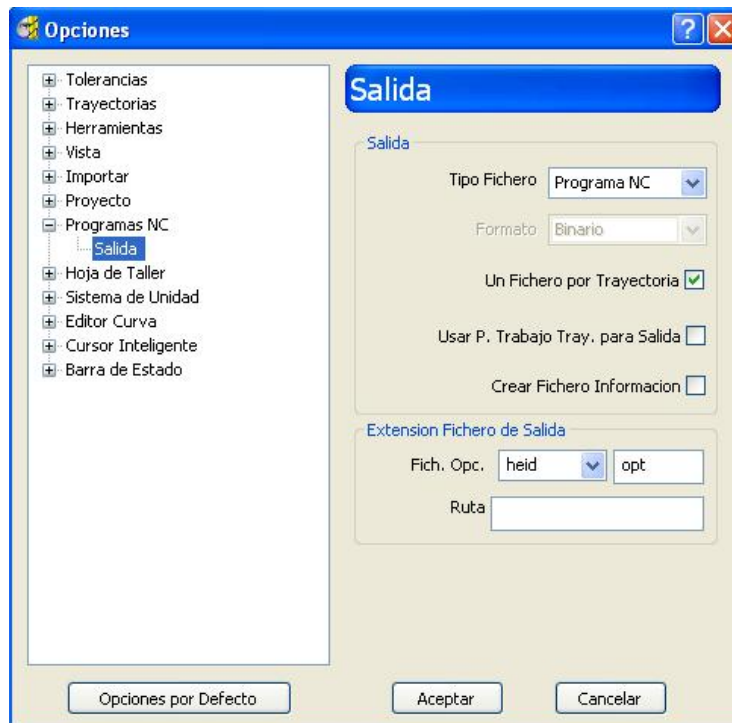

Figura 2.232 Cuadro de diálogo opciones, Programas NC.
- Desde el menú Herramientas, seleccionar las Opciones, aparece el cuadro de diálogo Opciones (Figura 2.232).